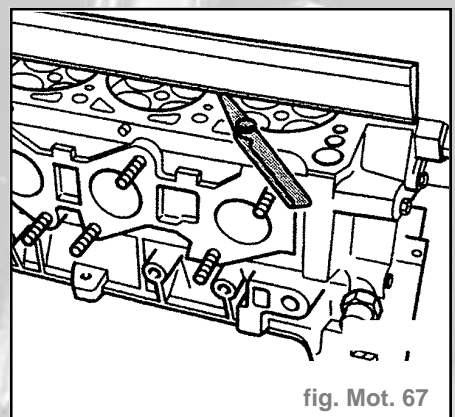

fig. Mot. 67
- Contrôler la planéité de la culasse à l'aide d'une règle et d'un jeu de cales (fig. Mot. 67).